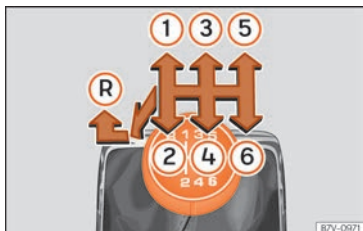

Fig. 50 Grille des vitesses de la boîte mécanique à 6 vitesses.
Les positions des vitesses sont représentées sur le levier de vitesses » **fig. 50**.
- Au point mort, appuyez sur le levier de vitesses, déplacez-le complètement vers la gauche puis vers l'avant pour passer la marche arrière » **fig. 50 (R)**.